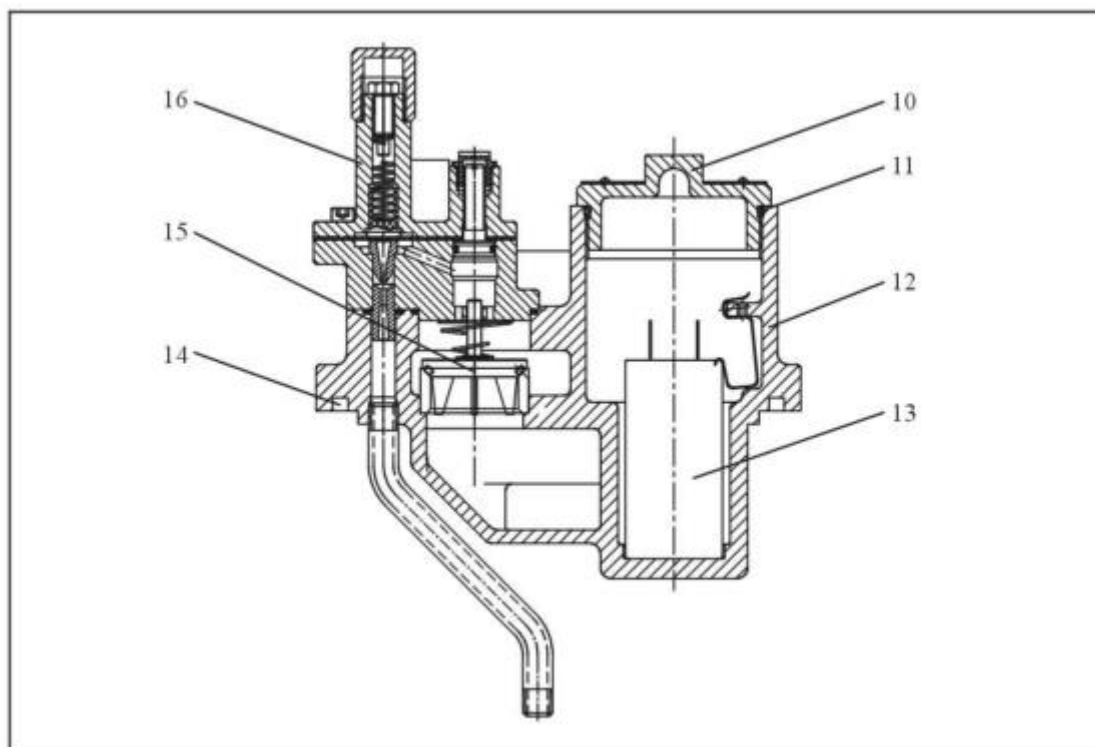

Рисунок 25: Уплотнительное устройство-коллектор в сборе, вид сбоку – Идентификация деталей
4. Убедитесь, что все сопрягаемые поверхности чистые. Установите новые уплотнительные кольца функционального элемента, смазанные вазелином, на функциональный элемент (см. Рисунок 25 на стр. 26). Осторожно установите новый функциональный элемент на место, затем замените два болта M10 и затяните с усилием 20–35 фут-фунтов (27–50 Н-м).